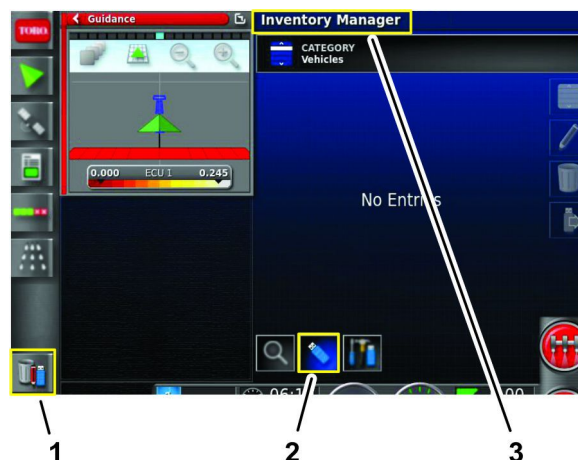

图 102
3. 按“库存管理器”图标图 102。
4. 如果屏幕顶部的标题注明是库存处理器按“切换视图”图标图 102。